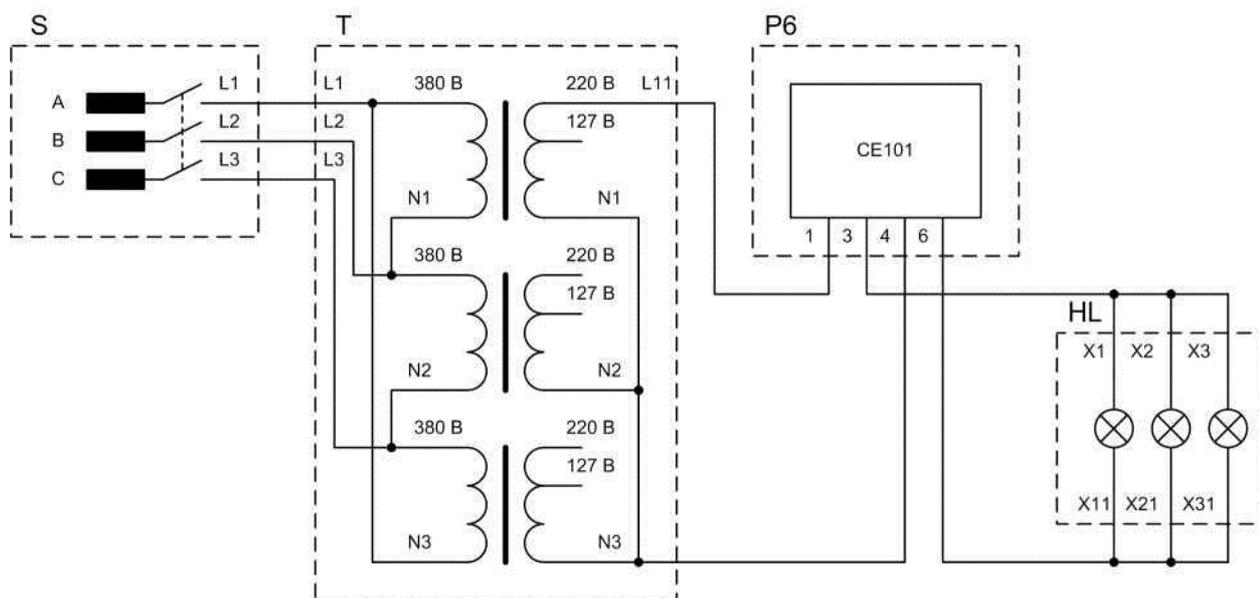

Рис. 2.1
2. Собрать схему лабораторных испытаний, представленную на рис. 2.1. Схема содержит трехфазный источник питания S (модуль трехфазной сети), подающий напряжение на трехфазную группу силовых трансформаторов Т, содержащую три однофазных трансформатора (модуль однофазных трансформаторов) имеющих схему соединения обмоток «треугольник-звезда». В качестве однофазного потребителя используется осветительная нагрузка HL (модуль осветительной нагрузки) с параллельным включением всех ламп накаливания HL1, HL2, HL3. Питание осветительной нагрузки осуществляется от фазы «А» со стороны вторичной обмотки силового трансформатора Т. В цепь питания нагрузки включен однофазный счетчик электрической энергии Р6 типа СЕ-101.